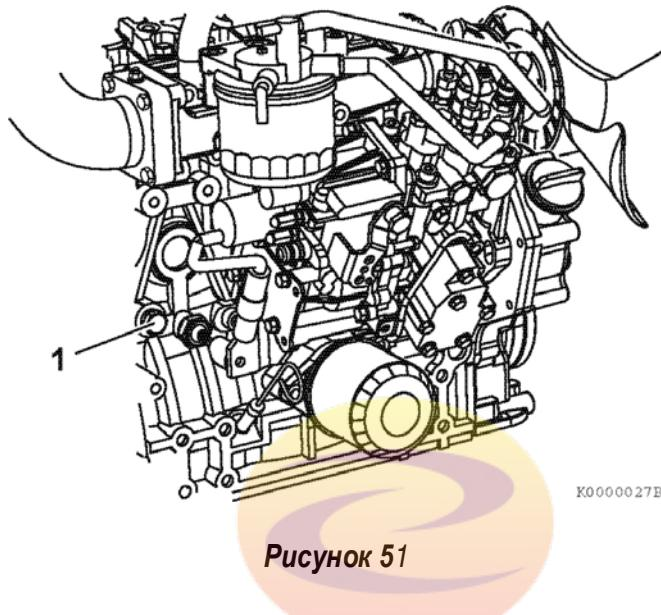

Рисунок 51
- На моделях двигателя, не оснащенных масляным радиатором, открутите сливную пробку охлаждающей жидкости (рисунок 51(1)) из блока цилиндров.